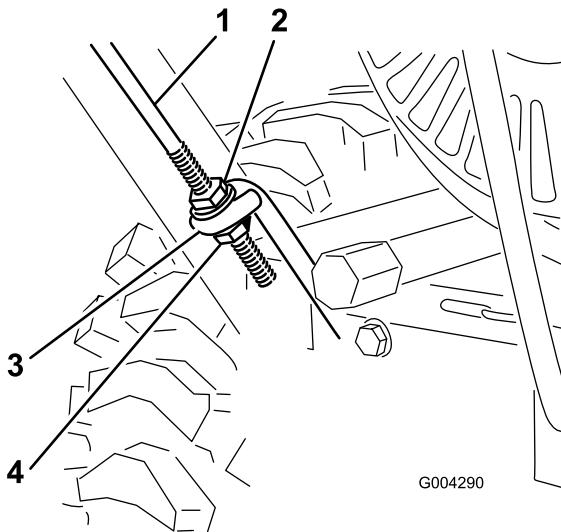

Figura 4
3. Avviate un dado flangiato (non quello di bloccaggio), con il lato flangia in basso, sull'asta di trazione montata a sinistra della stegola (Figura 4).
4. Posizionate il lato sinistro del gruppo stegola contro il fianco dello spazzaneve, ed inserite l'estremità dell'asta di trazione nel cerchio dell'asta di trazione inferiore (Figura 4).
- Avviate il dado di bloccaggio flangiato (flangia in alto) in fondo all'asta del comando della trazione, sotto il cerchio nel tirante inferiore (Figura 4).